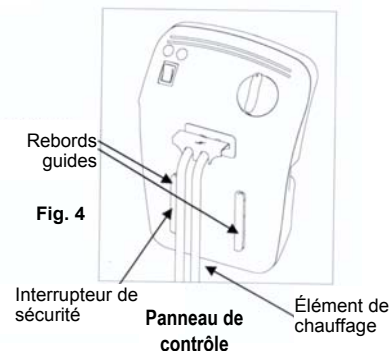

Fig. 4
- Insérer les rebords guides sur le panneau de contrôle (Fig. 4) dans les rails guides montés sur le boîtier métallique. (Fig. 3)